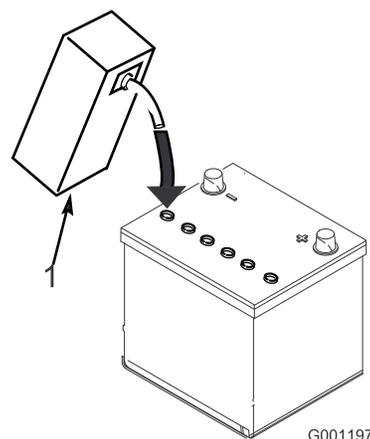

図 4
3. 各セルの電極板が液面下 6 mm程度に水没するまで、電解液を慎重に入れる (図 4)。
4. 電極板が液を吸収するまで20～30分程度待つ。必要に応じて、電極板が 6 mm程度水没するぐらいに電解液を補充する (図 4)。